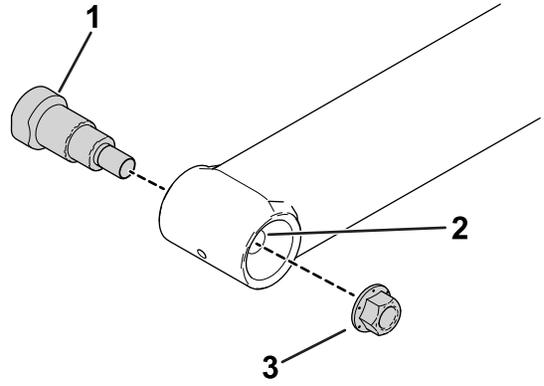

图 2
3. 从提升臂上卸下轴肩螺栓和螺母图 2。
4. 将新轴肩螺栓和锁紧螺母松松安装到提升臂图 2。